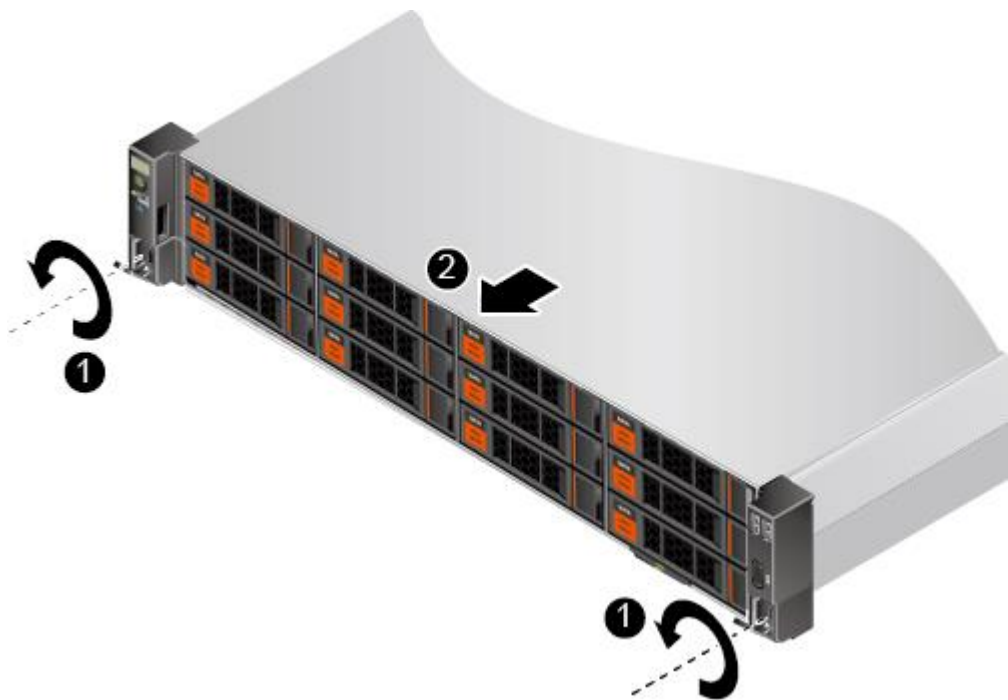

图 3-1 拆卸 G220K V2
- 1) 如图 3-1 中①所示，用十字螺丝刀松开 G220K V2 面板上的松不脱螺钉。
- 2) 如图 3-1 中②所示，沿滑轨向远离机柜的方向缓慢拉出服务器。